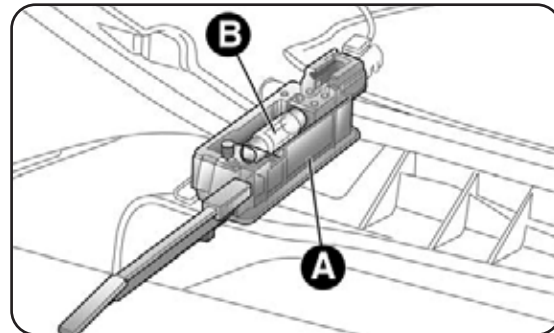

fig. 35
- abra la guantera, luego saque el plafón A-fig. 35;